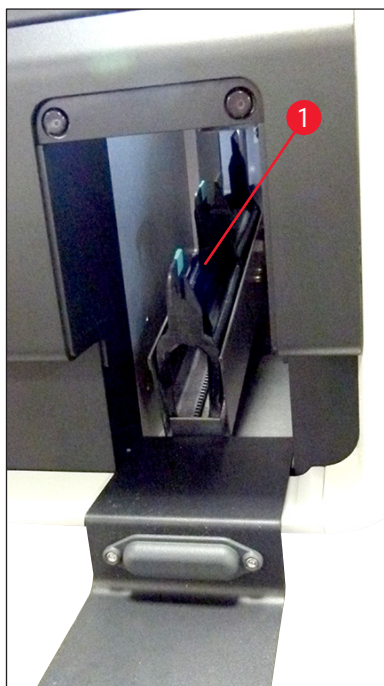

Fig. 56
7. În cazul în care jgheabul de descărcare (→ Fig. 56) este deja ocupat cu două stative goale, un mesaj suplimentar **STAȚIE DE TRANSFER PLINĂ** este afișat pe ecranul HistoCore CHROMAX CV.